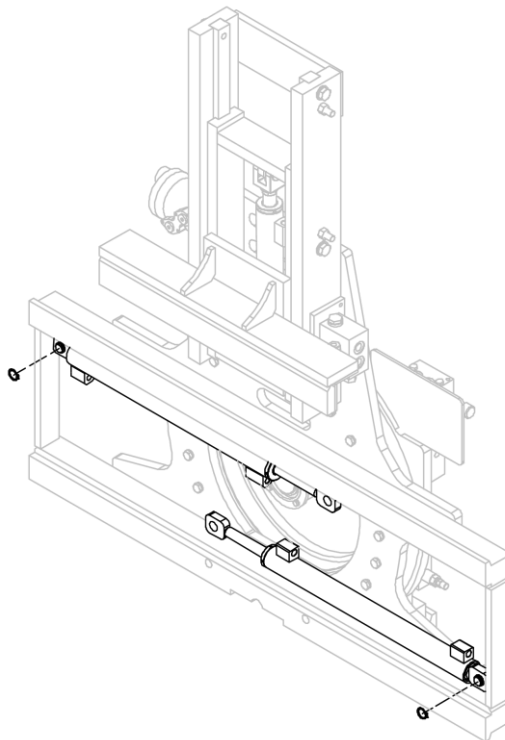

Figura 32
4. Retirar los cilindros después de retirar los correspondientes anillos elásticos que los unen a la estructura del equipo (mira *Figura 32*).